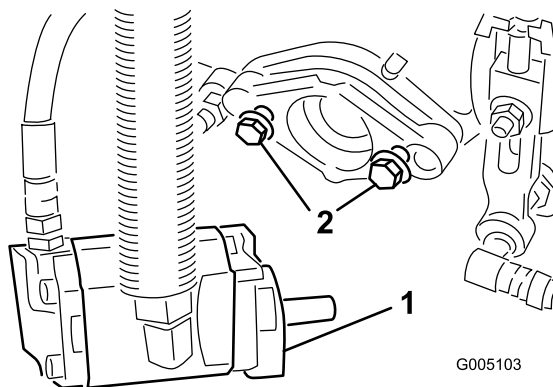

Figura 12
7. Montate i bulloni di fissaggio del motore principale del cilindro su ciascun apparato di taglio. Lasciate sporgere 13 mm circa di filetto dei prigionieri di montaggio (Figura 12).
11. Serrate i bulloni di fissaggio (Figura 12).